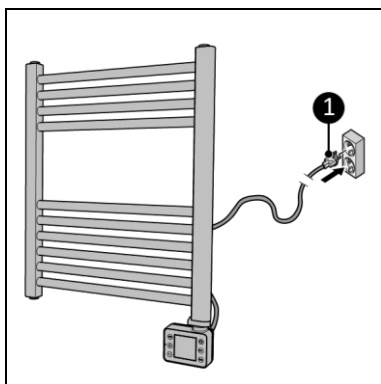

Figura 11
2. Introduceți ștecherul de alimentare într-o priză de perete (Figura 11, poz. 1) care este ușor accesibilă. Utilizați o priză de perete cu putere minimă de 1000 Watt.